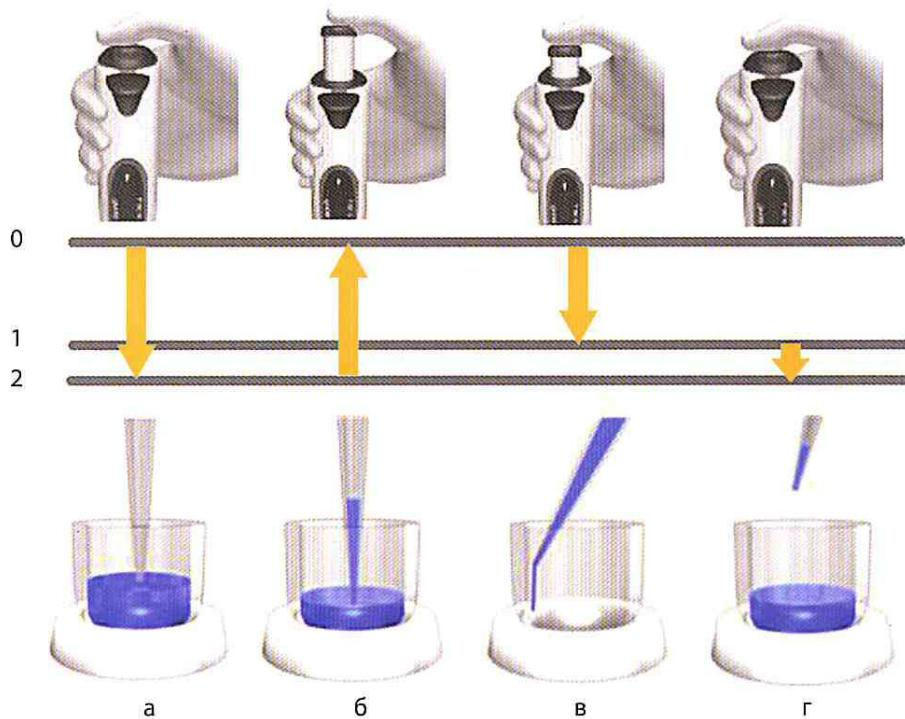

Рис. 5. Схема обратного дозирования.
3. Нажмите на операционную кнопку до второго упора (см. рис. 5а). Опустите наконечник в жидкость на глубину 2-3 мм.
4. Плавно отпустите операционную кнопку (в наконечнике набирается требуемый объем + некоторый излишек) (см. рис. 5б).
5. Касаясь стенки сосуда наконечником, под углом 30-45 градусов медленно и плавно нажмите операционную кнопку до первого упора (происходит сбрасывание требуемого объема жидкости из наконечника) (см. рис. 5в). При этом в наконечнике остался излишек.
6. Излишек можно сбросить в приемную тару (см. рис. 5г) или продолжить дозирование: удерживая операционную кнопку на 1 упоре, поместите наконечник на 2-3 мм в жидкость, плавно отпустите кнопку, произведите сброс требуемого объема, нажав операционную кнопку до 1 упора; в наконечнике снова остался излишек и т.д.